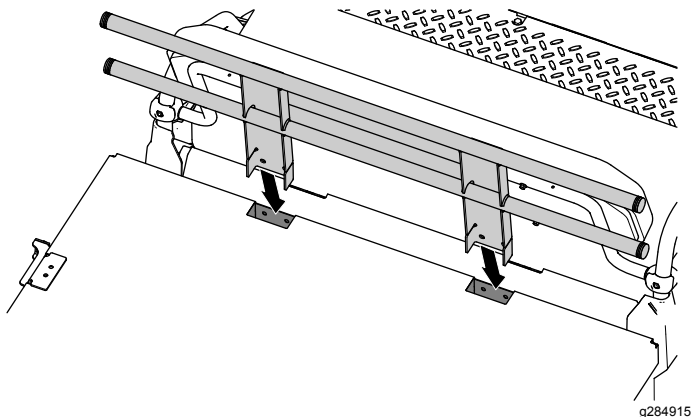

图6
1. 如图6所示将前部管子支撑板的槽与延长货斗前部的2个前桩位对齐。